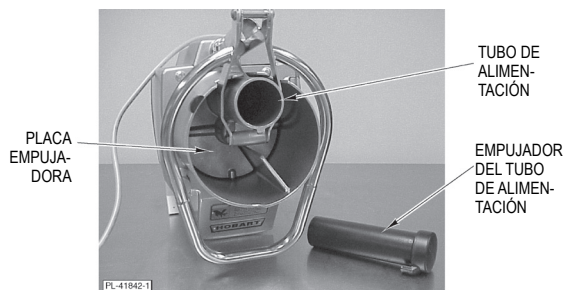

Fig. 10
El tubo de alimentación (Fig. 10) procesa productos largos y delgados, como zanahorias, pepinos, apio y cebollas. También se puede cargar con productos pequeños y de forma irregular, como champiñones, chalotas y dientes de ajo. El empujador del tubo de alimentación (Fig. 10) se asienta en dicho tubo cuando no se utiliza, haciendo las veces de tapa. Retirar el empujador del tubo de alimentación no hace que el procesador de alimentos deje de funcionar.
2. Gire el empujador del tubo de alimentación para desengancharlo; retire el empujador (Fig. 10).